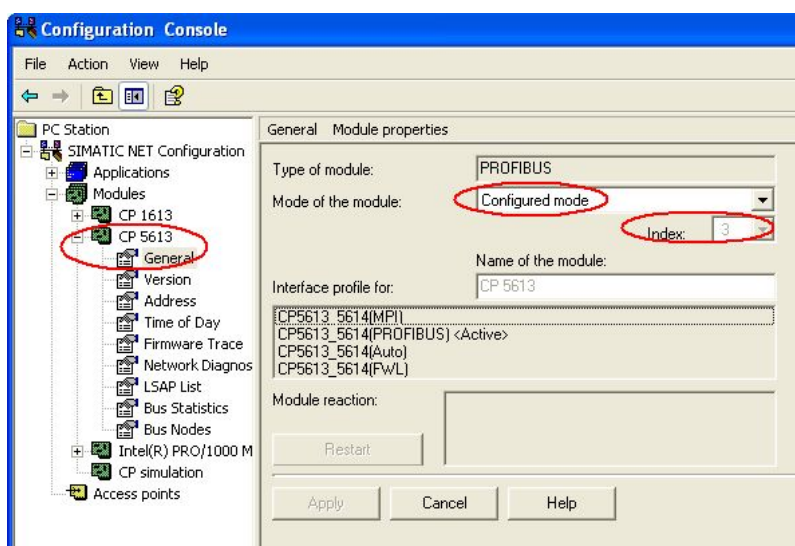

图 8 配置控制台（Configuration Console）
- 2) 正确完成 PC 站的硬件组态后，打开配置控制台（start→simatic→simatic net→Configuration console），可以看到 CP5613 的模式已从 PG mode 切换到 Configuration mode, 插槽号（Index）也自动指向 3。如图 8。